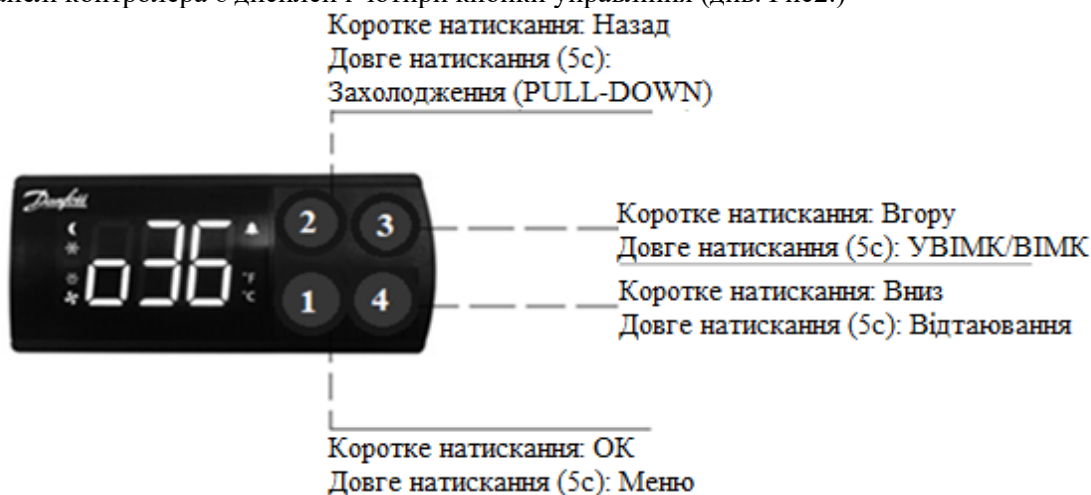

Рис.2 - Електронний контролер DANFOSS ERC 213
- на пульті управління (поз.6 рис.2) встановити вимикач живлення у положення відповідне стану "ВКЛ". Включить освітлення вимикачем;